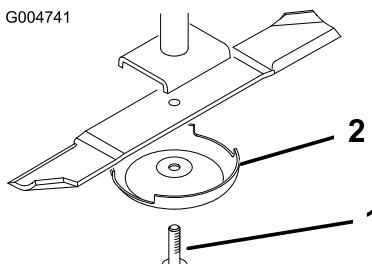

Figura 99
- Sujete el extremo de la cuchilla con un trapo o un guante con acolchado grueso y retire el perno de la cuchilla, el protector del césped y la cuchilla del eje (Figura 99).